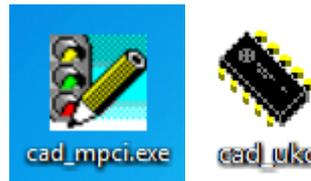

Рисунок 1 – Ярлыки для запуска САПР ВУ и САПР СУ
- с помощью ярлыка на рабочем столе (рисунок 1).